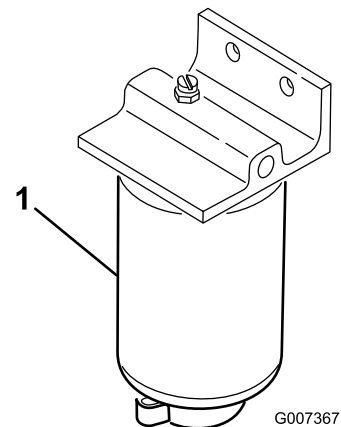

Figura 55
1. Coloque un recipiente limpio debajo del filtro de combustible (Figura 55).